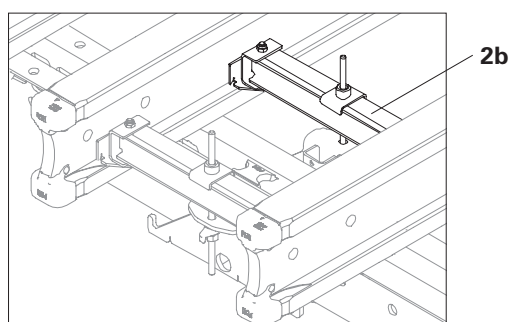

Fig. B1.14
7. Montare la seconda parte superiore testa per tavoli VD (2b) nel secondo foro della parte centrale testa per tavoli VD (3). (Fig. B1.14)
8. Ripetere i passaggi da 2 a 7 con le restanti parti centrali testa per tavoli VD (3).